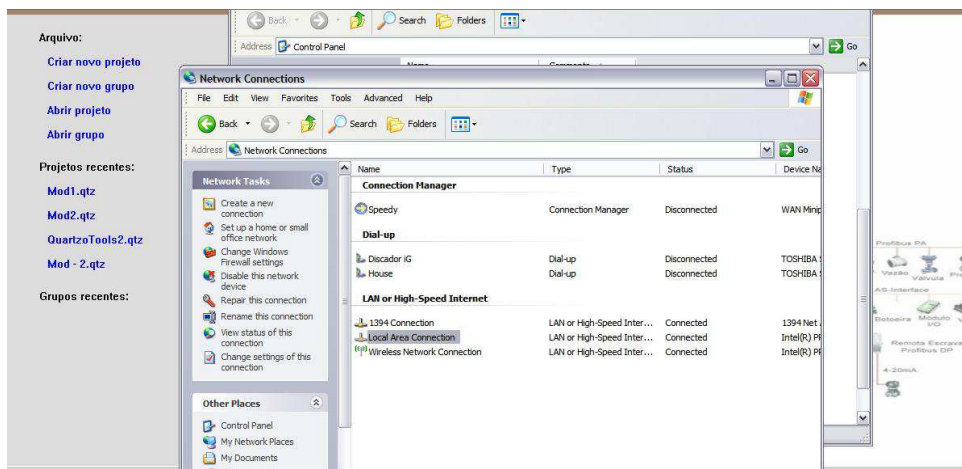

Figura 17 - Mudar o IP do micro (b)
- 2• Agora dê um duplo-clique em área de rede local (Figura 17);